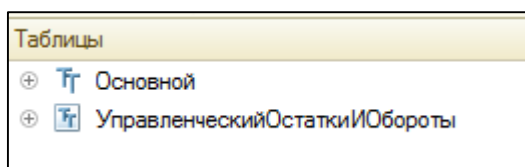

Рисунок 24.1 - Таблицы запроса к отчету ОСВ
- виртуальная таблица регистра бухгалтерии **Управленческий.ОстаткиИОбороты** (рисунок 24.1).